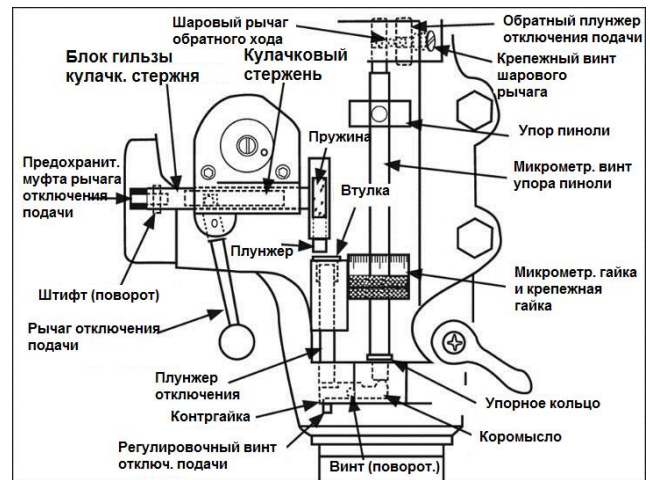

Рисунок 21
- c. Поверните накидную гайку переходника консоли (В, Рис. 21), чтобы наклонить головку вперед или назад. Для установки головки под требуемым углом воспользуйтесь шкалой на переходнике подвижной консоли.
Механизм рычага выключения подачи требует регулировки при износе или при замене какого-либо компонента механизма (рис. 21).